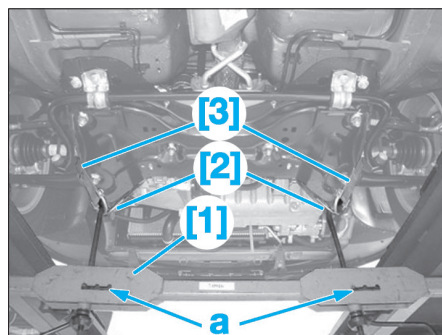

Fig. 2
- Engager les sangles [3] équipées de leurs manilles [2] sur le berceau (Fig.2).